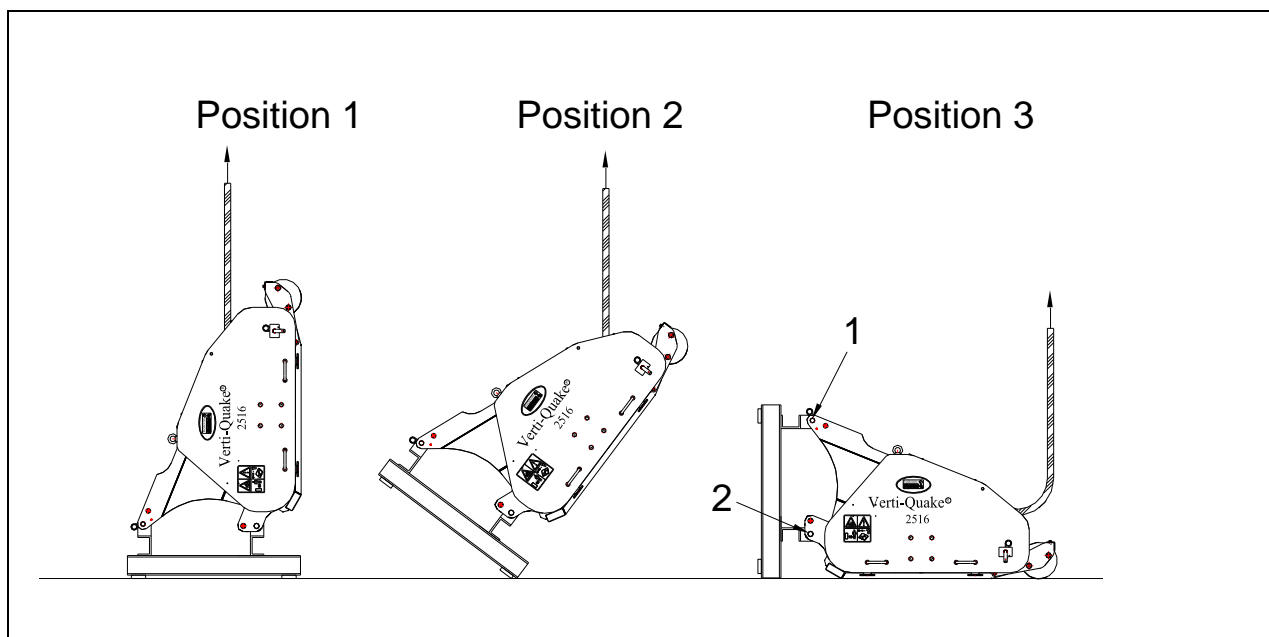

Fig. 7
L'attrezzatura è sistemata perpendicolarmente sul bancale. Per rimuovere il bancale e collocare l'attrezzatura orizzontalmente sul suolo, procedere nel modo sottostante: (fig. 7):
1. Fissare un cavo ai punti di sollevamento posti su entrambi i lati dell'attrezzatura (fig. 7 Posizione 1)
3. Fare in modo che l'attrezzatura sia posizionata sulla punta del bancale. (fig. 7 Posizione 2)
4. Procedere alla discesa dell'attrezzatura sino al completo posizionamento al suolo della stessa ed eseguendo la manovra con calma ed in modo controllato. (fig. 7 Posizione 3)